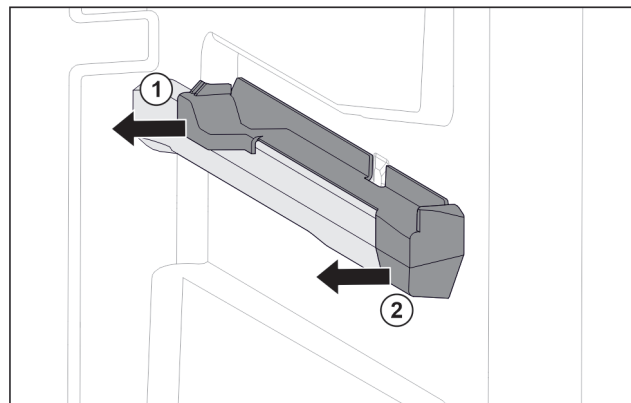

Fig. 125 Felhúzható elem a jobb oldali tartóbordán
- ▶ Oldalra húzza le a felhúzható elemet. Fig. 125 (1)
- ▶ Húzza előre felé a felhúzható elemet. Fig. 125 (2)